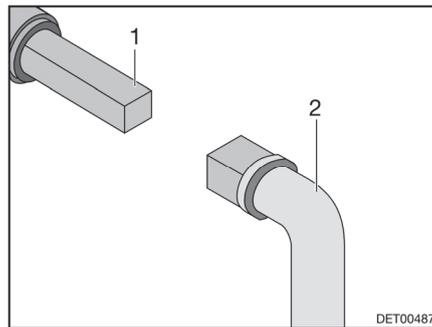

Fig. 133 Manejo del grifo para la eliminación de aguas residuales
- Insertar la llave (Fig. 133,2) en el cuadrado (Fig. 133,1).